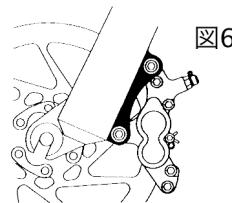
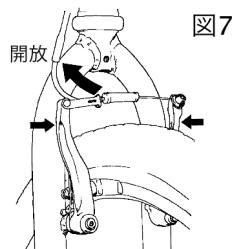

図6
図7
3. 自転車のブレーキの中にはディスクブレーキ（図6）やリニアブルブレーキ（図7）など制動力がとても強力なものもあります。これらのブレーキは十分慣れるよう心がけ、使う際には特に気を配ってください。
大半のリムブレーキはホイールを着脱する際ブレーキパッドがタイヤを妨げないようにする何らかのクイックリリース機構を備えています。クイックリリースが OPEN (オープン) の位置だとブレーキは動きません。所有される自転車のブレーキのクイックリリース機能 (図7、8、9、10を参照) については購入店で説明を受け理解する必要があります。また乗る前にはその都度両方のブレーキが正確に動くか確認してください。